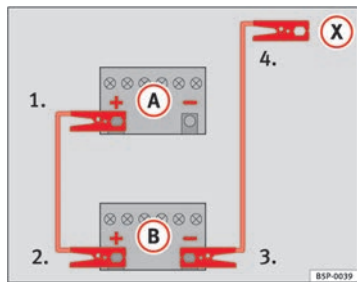

Abb. 204 Schema für das Anklemmen der Starthilfekabel
In \Rightarrow Abb. 204 ist (A) die entladene Batterie und (B) die stromgebende Batterie.
- 1. Klemmen Sie ein Ende des roten Starthilfekabels an den Pluspol \Rightarrow Abb. 204 \oplus des Fahrzeugs mit der entladene Batterie \Rightarrow
- 4. Klemmen Sie das andere Ende des schwarzen Starthilfekabels (X) beim Fahrzeug mit der entladene Batterie an ein massives, fest mit dem Motorblock verschraubtes Metallteil oder an den Motorblock selbst an, jedoch nicht in der Nähe der Batterie \Rightarrow